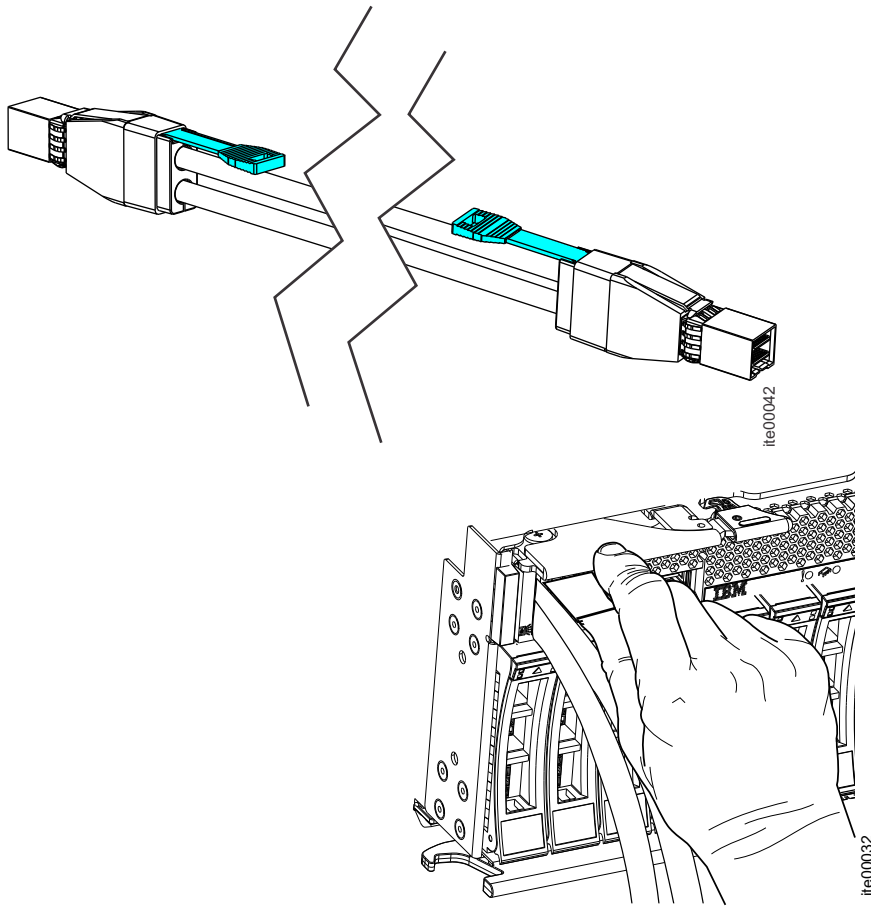

図 27. SAS ケーブルの切り離し
2. 既存のケーブルの一端を切り離します。矢印の付いた青いタブをコネクタから引き離してポートから解放します。50 ページの図 27 に SAS ケーブルを示します。